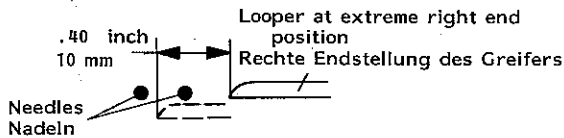

Fig. 67B
5. Rotate the pulley counterclockwise until the looper has moved 10 mm (.400 in.) from right to left (Fig.67B).
5. Drehen Sie das Handrad im Gegenuhrzeigersinn, bis sich der Greifer 10 mm von rechts nach links bewegt hat (Fig.67B).